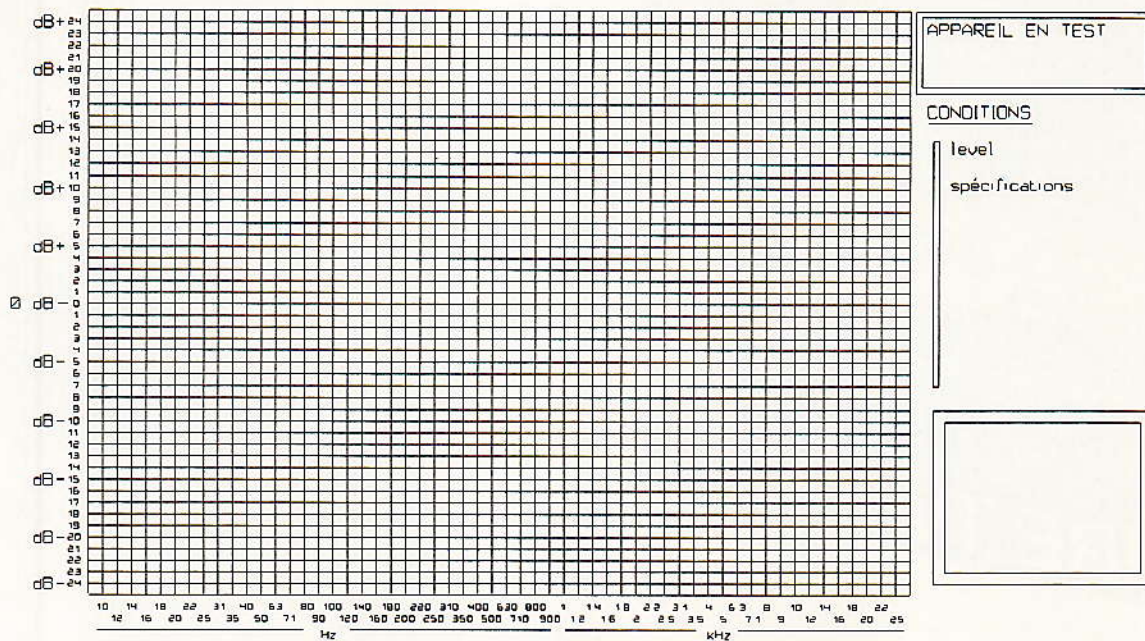

Figure 12 : gabarit de relevé de courbe de réponse.
La **figure 12** permettra de faire des relevés aisés très «pros». Pour ceux que cela intéresse, elle a été phototraccée à partir d'un fichier LAYO sur ROLAND DXY1200 + LP2002, échelle 0.6, plume 0.18, «at home» (voir ERP du mois dernier). Quelques précisions quant aux fichiers Layo téléchargeables ce mois sur le 3615 ERP :
- 4- RELFREQ.LMC : fig. 12